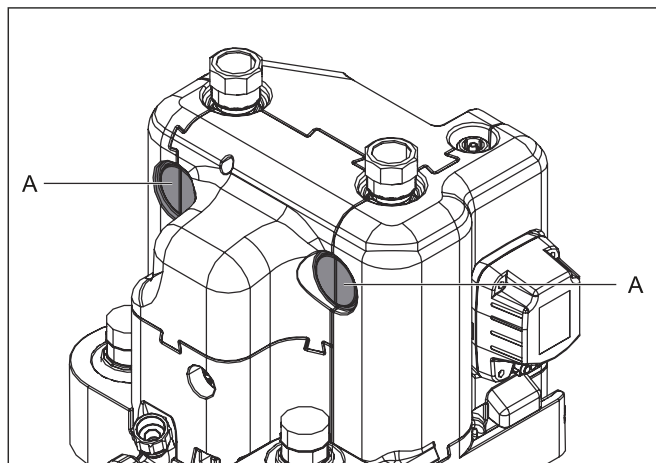

Bild 74-20 Urtag värmeisolering
- 16 Skär ut öppningar på sidorna på värmeisoleringen (Bild 74-20, pos. A) med ett lämpligt verktyg.